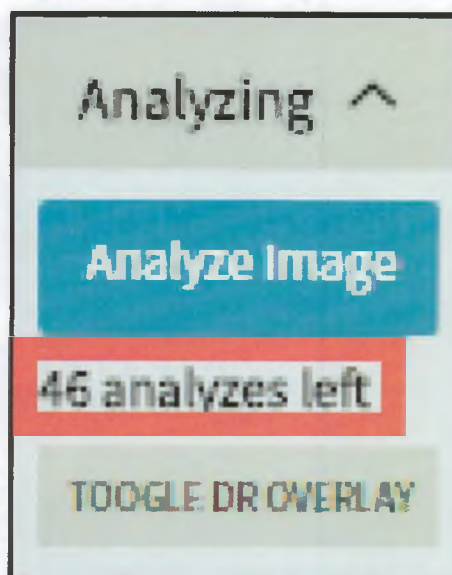

Рисунок 57. Осталось анализов.
• Количество анализов, назначенных пользователю, показано ниже (См. рис. 57)